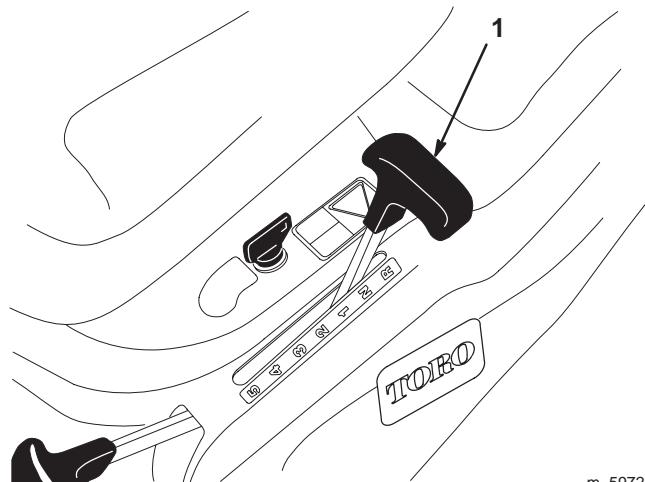

Bild 6
- Stellen Sie den Schalthebel auf Neutral „N“ (Bild 6).